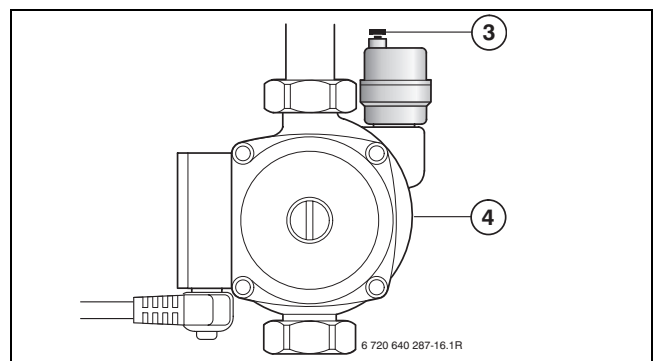

Fig. 18
- ▶ Purgar novamente a instalação no purgador automático na bomba solar (→ fig. 18, [3], página 16).